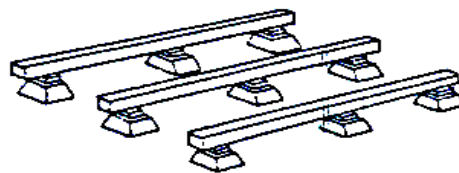

Fig. 21 Ubicación de polines secos
Una manera fácil y eficaz de controlar el desarrollo correcto del secado es el “control de peinetas”. A 50cm del extremo de una tabla seca se corta una hoja de 2cm. A ésta se le hace unos cortes y después de ½ hora se puede ver en la deformación de los tenedores o peinetas las fallas del secado (Fig. 21)
4. Ubicar suficientes separadores (polines) seco, que sobresalgan al ancho de la madera a apilar o almacenar, lo cual sirve de protección.(Fig. 21)